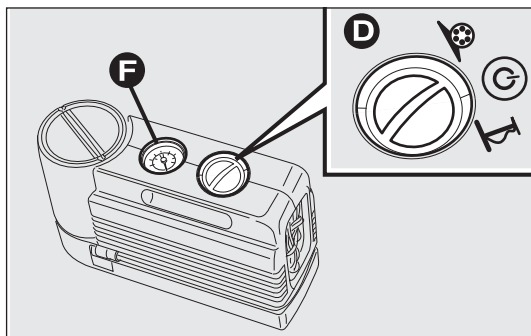
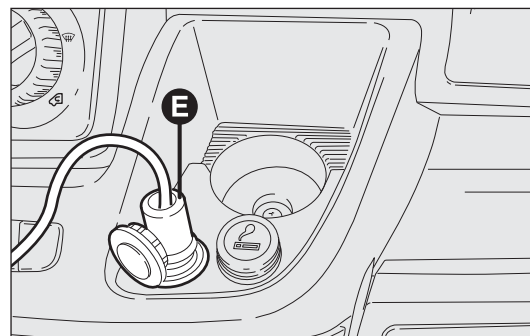

fig. 168
fig. 169
- inserire la spina E-fig. 169 nella presa di corrente 12V più vicina e avviare il motore. Ruotare il selettore D-fig. 168 in senso antiorario sulla posizione di riparazione. Azionare il kit premendo l'interruttore on/off. Gonfiare il pneumatico alla pressione prescritta nel paragrafo "Pressione di gonfiaggio" al capitolo "Dati tecnici";
Per ottenere una lettura più precisa, si consiglia di verificare il valore della pressione sul manometro F-fig. 168 con il compressore spento e senza spostare il selettore centrale dalla posizione di riparazione;